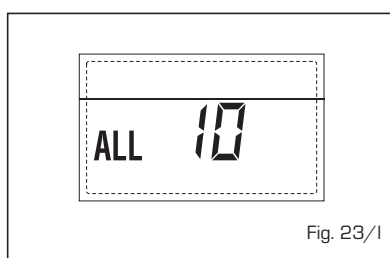

Fig. 23/l
- **INTERVENÇÃO SONDA FUMOS "ALL 13" (fig. 23/p)**